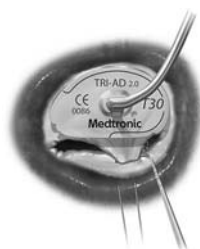

図 3
- 適正なリングサイズを選定するため、サイズの外側又は周辺を、植込み時の弁輪内の縫合位置に合わせる。サイズを弁輪上に降ろし、サイズのノッチ（切り込み）を三尖弁の交連に合わせる。前尖を静かに広げ、サイズで表面を覆う（図 3）。